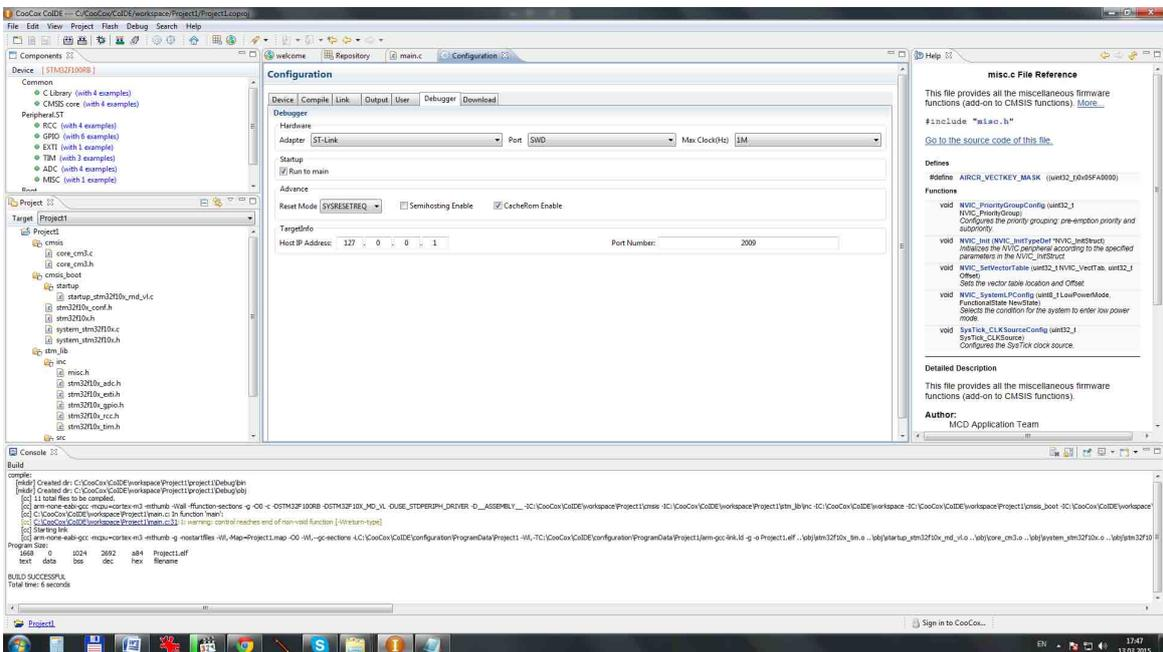

Рис. 3.23. Окно Configuration
8. Для прошивки микроконтроллера следует выбрать *ST-Link*, а для этого нужно выбрать *View->Configuration->Debugger->Adapter->ST-Link* (рис. 3.23).